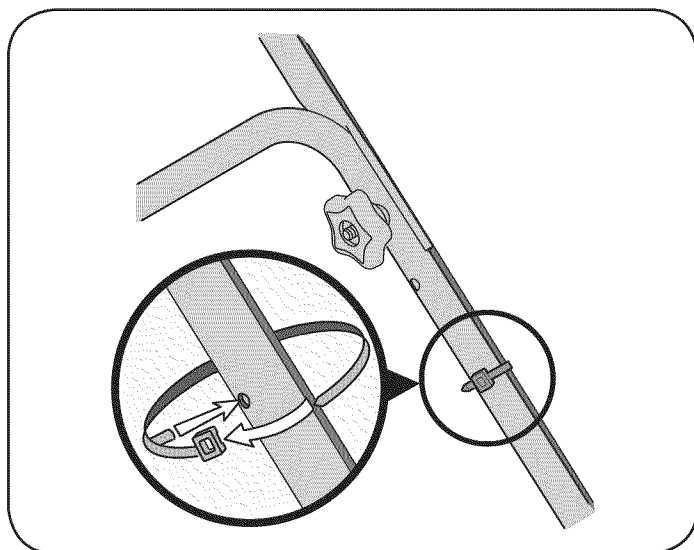

Figura 4
4. Inserte los pasadores de las uniones de cables dentro de Los orificios de la manija inferior. Tire de las uniones del cable apretándolas y recortando el exceso. Vea la Figura 4.